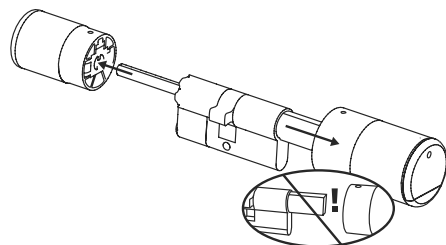

Fig. 3
- Retirez complètement le bouton de la face extérieure et reculez le bouton de la face intérieure aussi loin que possible (Fig. 3).